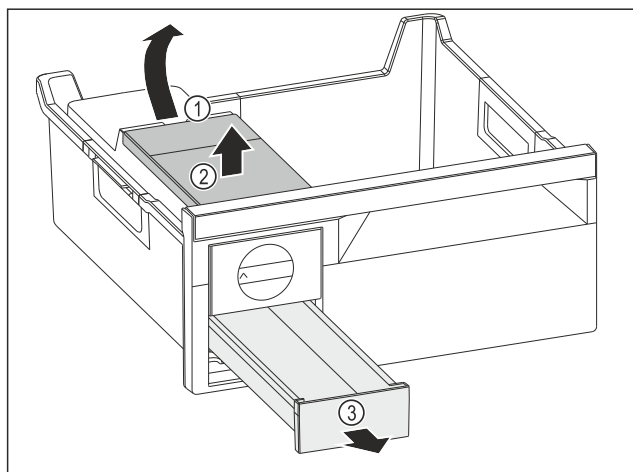

Fig. 116
- Odobratie nádržky na vodu: Nádržku na vodu nadvihnite za vybranie Fig. 116 (1).
- Nádržku na vodu Fig. 116 (2) odoberte smerom nahor.
- Zásuvku na kocky ľadu Fig. 116 (3) odoberte smerom nahor.